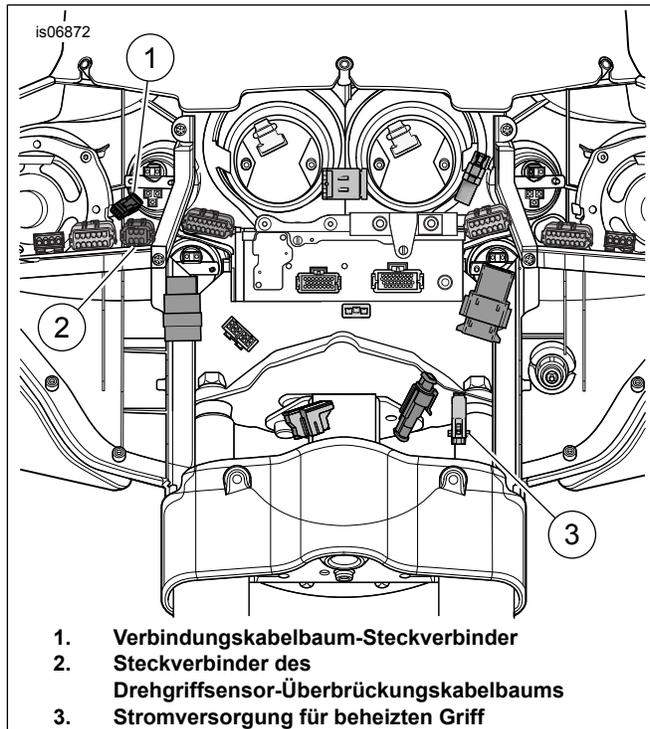

Abbildung 6. Verkleidungsverkabelung (FLH Modelle)
2. Siehe Abbildung 6. Die Steckverbinderhälfte der Stromversorgung des linken Handgriffs am Stromkabelsteckverbinder des Handriffs (3) anschließen.
Siehe Abbildung 6. Der Stromkabelsteckverbinder des Handriffs (3) hat eine Kappe, die vor dem Anschluss an die Fahrzeugverkabelung entfernt werden muss.
3. (1) am linken Griff-Steckverbinder anschließen.
- c. TGS-Hauptkabelbaum-Steckverbinder vom Überbrückungskabelbaum an den Steckverbinder (2) anschließen.
5. Die Steckverbinderhälfte des linken beheizten Handgriffs am Verbindungssteckverbinder (1) des rechten beheizten Handgriffs anschließen.